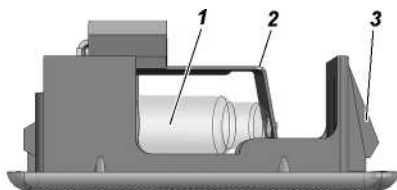

Рис. 9.33. Плафон подсветки вещевого ящика:
**Плафон подсветки вещевого ящика.** Для замены лампы извлеките плафон (рис. 9.33) из вещевого ящика. Замените лампу 1 отжав держатель 2.